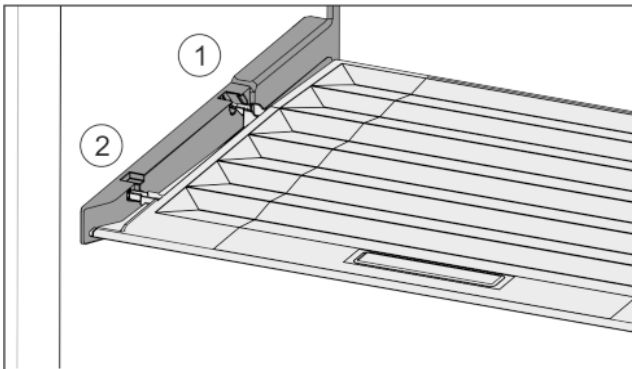

Fig. 30
- ▶ Вставити поперечні ребра через отвір заднього тримача Fig. 30 (1) і зафіксувати спереду у тримачі Fig. 30 (2).